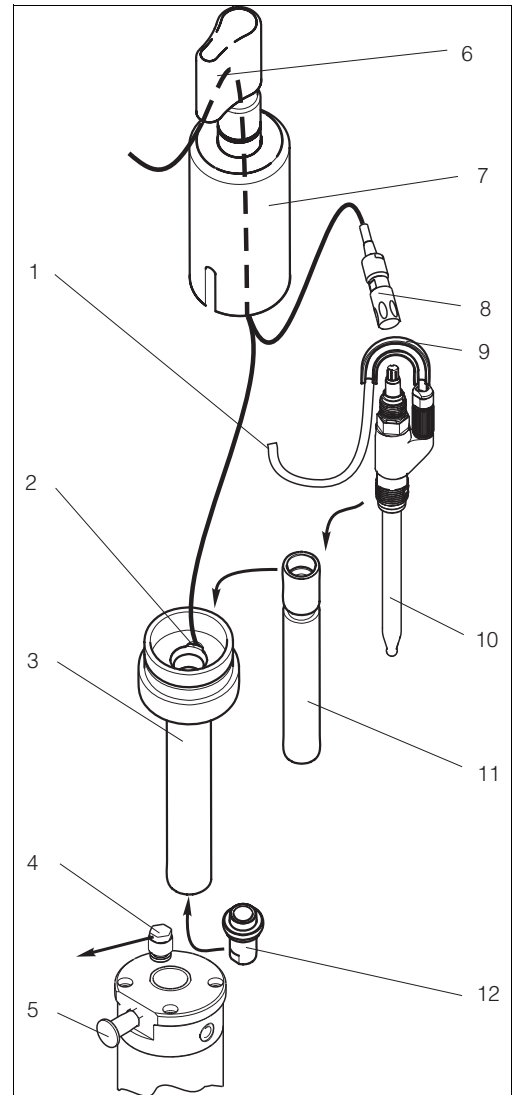

Fig. 20: Installazione del sensore a KCl liquido
1. Smontare il cappuccio di protezione contro gli spruzzi (fig. 20, pos. 6) e quello del KCl (pos. 7), incl. il tubo di protezione dall'armatura.
2. Allentare quindi il tubo retrattile (pos. 3) girandolo in senso antiorario.
- a. Svitare il manicotto di tiro (pos. 12) dal tubo interno (pos. 11) e togliere il tubo interno dal tubo retrattile.
- b. Installare il sensore (pos. 10) nel tubo interno: